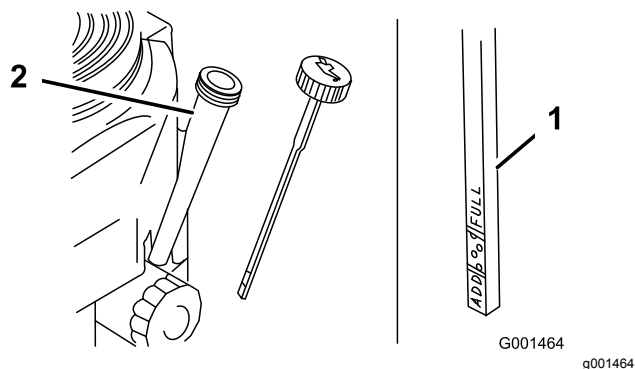

Figure 22
4. Retirez la jauge d'huile et essuyez soigneusement son extrémité (Figure 22).
5. Remettez la jauge au fond du tube de remplissage, mais sans la visser (Figure 22).
3. Nettoyez la surface autour de la jauge d'huile (Figure 22) pour éviter de faire tomber des impuretés dans l'orifice de remplissage, ce qui endommagerait le moteur.
10. Versez avec précaution environ 80 % de la quantité d'huile spécifiée dans le goulot de remplissage (Figure 22).